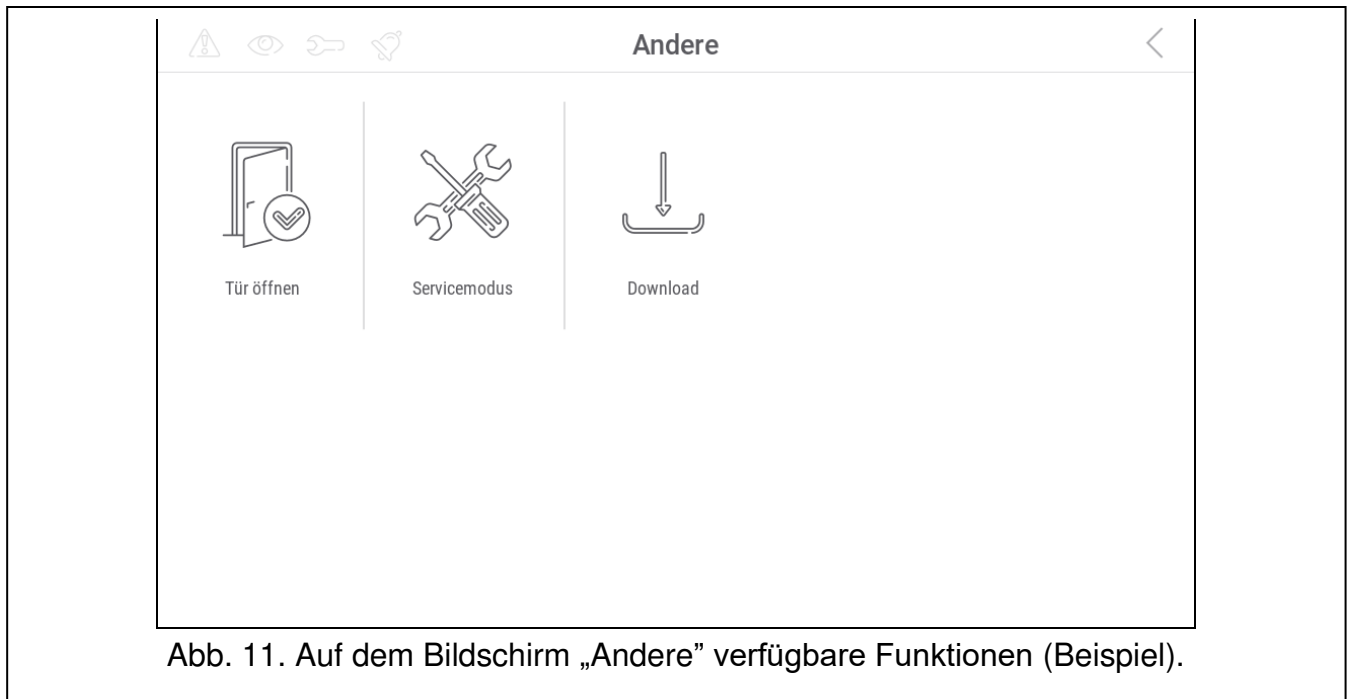

Abb. 11. Auf dem Bildschirm „Andere“ verfügbare Funktionen (Beispiel).
4. Tippen Sie auf die Funktion „Andere“. Es wird die Liste der Funktionen angezeigt (Abb. 11).